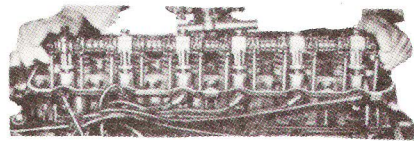

Fig. 7 — Desmontaje de Eje de Balancines. Típico
3. Afloje los tornillos de los soportes de los balancines, dos vueltas de cada vez, en orden progresivo, y sáquelos. Desmonte el conjunto de eje de balancines (Fig. 7). Quite las varillas de las válvulas.